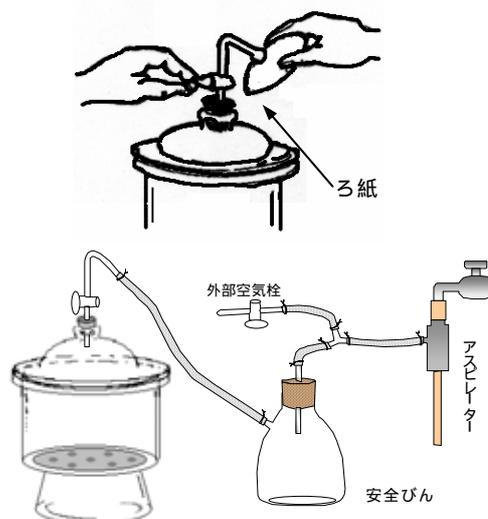

図 37 減圧デシケーター
- 栓を開けるときは、口にろ紙などを当て、ゆっくりと空気を入れる。(図 37)
- 水流ポンプ(アスピレーター)で減圧するとき、水が逆流することがあるため、安全びんと外部空気栓を必ず付けておく。(図 37)
- (ア) 真空になった容器の栓を開けるときは、急に栓を開けると強い空気の流れて割れることがあるため、ろ紙を口に当て、ゆっくりと常圧に戻す。(前頁図 37)